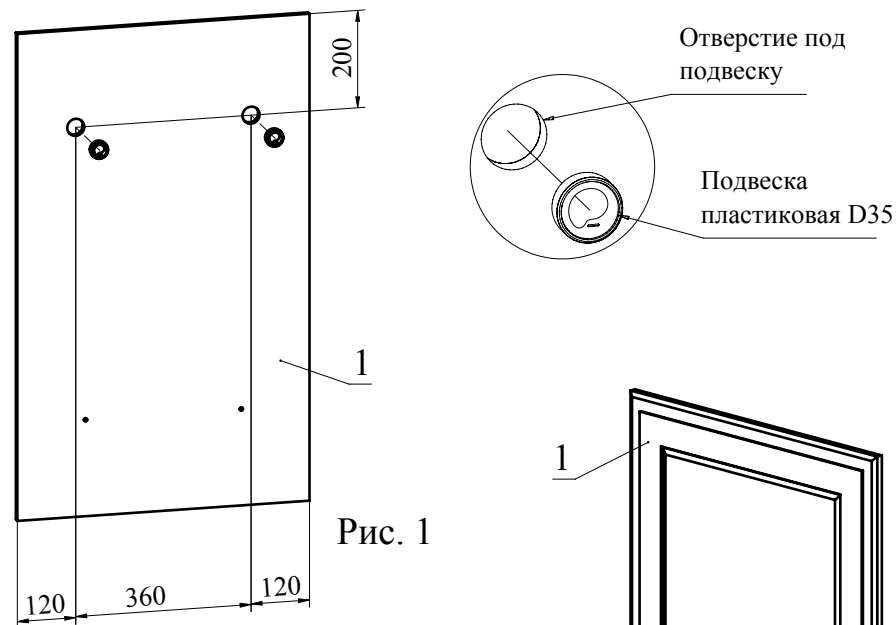

Рис. 1
1. С помощью рулетки разметьте стену. Просверлите два отверстия под дюбель. Вбейте два дюбеля и вкрутите крючки для навесов (Рис. 1).